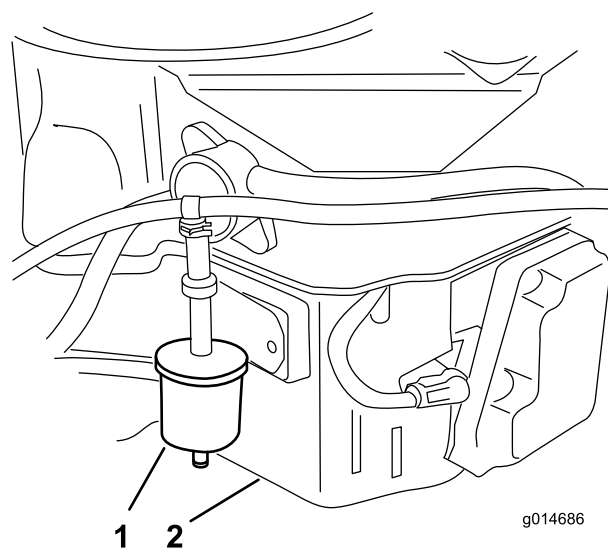

Figura 28
3. Retire el filtro del respiradero del combustible (Figura 28).